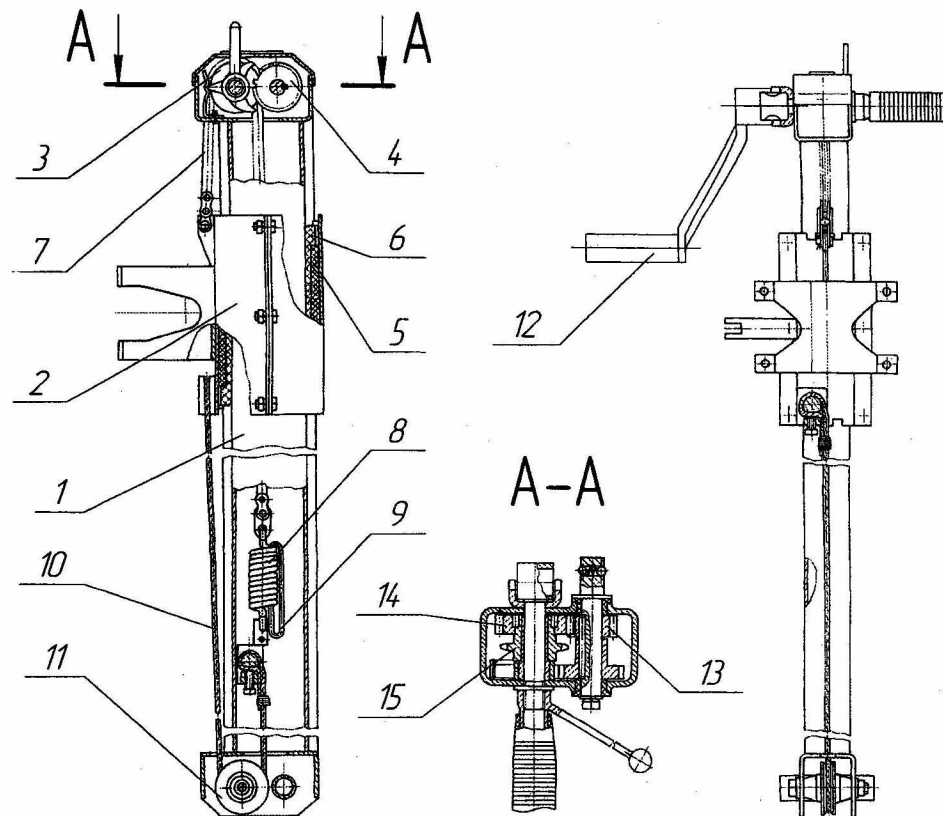

Рис.5 Стойка с механизмом подачи.
Стойка с механизмом подачи (рис.5) представляют собой конструкцию из пружинного аккумулятора, цепного механизма перемещения и каретки 2. Механизм подачи предназначен для осуществления спуско-подъемных операций и зарядки пружинного аккумулятора при создании давления на забой в процессе бурения.
- рукояткой 12 (см.рис.5) осуществить подачу бурового инструмента на забой.